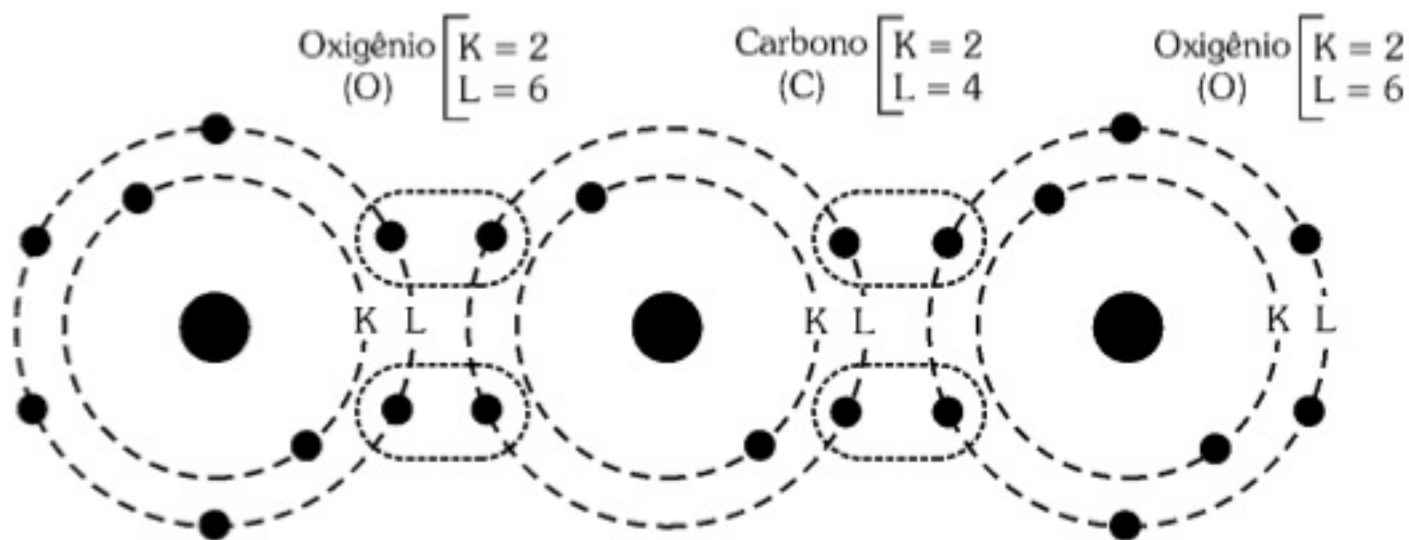

Figura 1.6 - Ligação covalente na molécula de CO2.
A Figura 1.6 mostra a ligação covalente entre dois átomos de oxigênio (O) e um de carbono (C), formando a molécula de CO2 (dióxido de carbono).